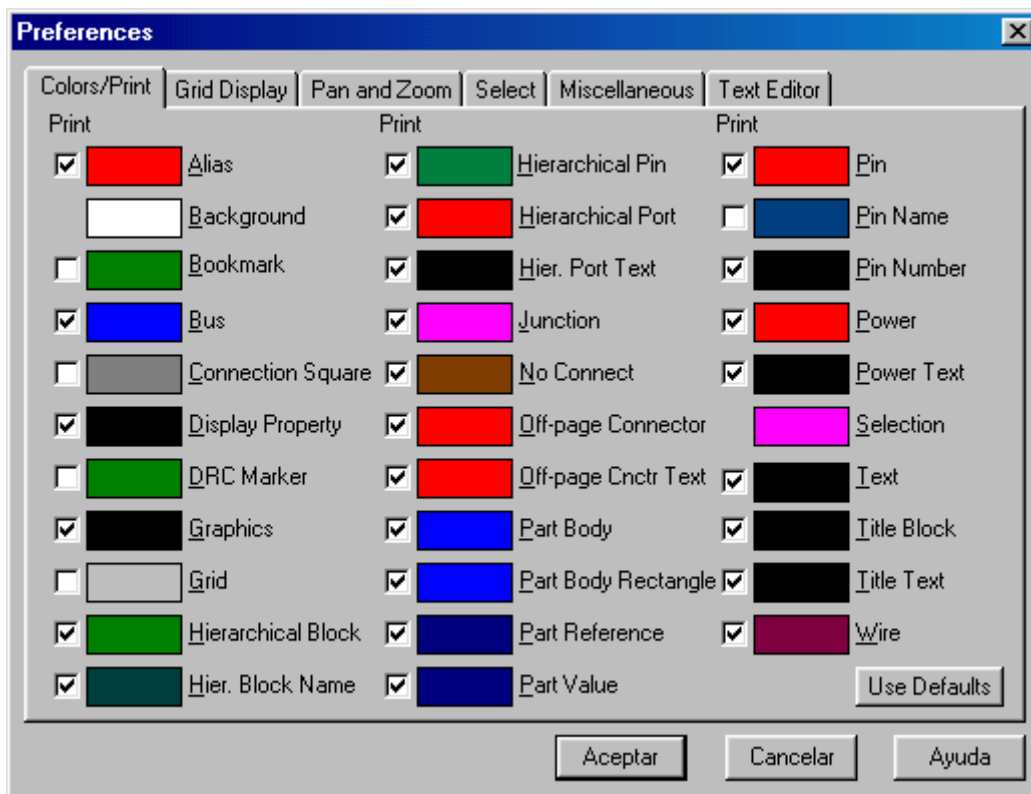

Figura 15: Ventana Colors/Print,(Preferences).
- **Preferences** (*Preferencias*). Muestra una ventana de diálogo, ver **Figura 15**, en la cual personalizar al gusto del diseñador los parámetros de la aplicación que a continuación se detallan: